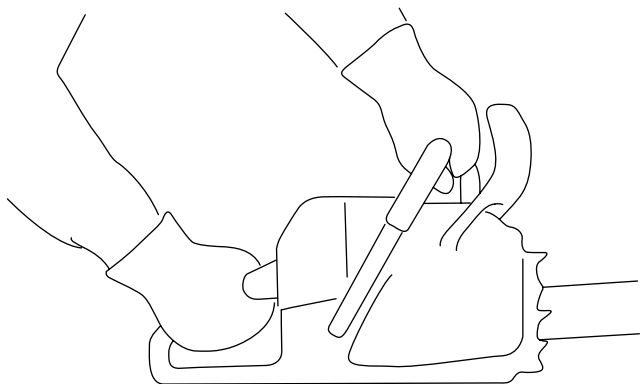

Figure 12
1. Tenez fermement la tronçonneuse à deux mains, la main gauche sur la poignée avant et la main droite sur la poignée arrière, comme montré à la **Figure 12**.
1. Tenez fermement la tronçonneuse comme montré à la **Figure 12**.
- 3. Tenez fermement la tronçonneuse comme montré à la (Figure 12).
1. Tenez fermement la tronçonneuse comme montré à la Figure 12.